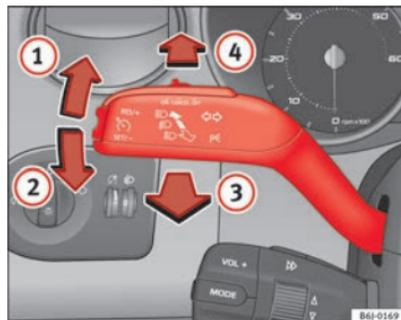

Fig. 60 Palanca de intermitentes y de luz de carretera
- Desplace la palanca hacia arriba hasta el tope ⇒ fig. 60 ① para encender el intermitente **derecho** o bien hacia abajo ②, para encender el intermitente **izquierdo**.
- Desplace la palanca hacia adelante ⇒ fig. 60  para encender la luz de carretera.